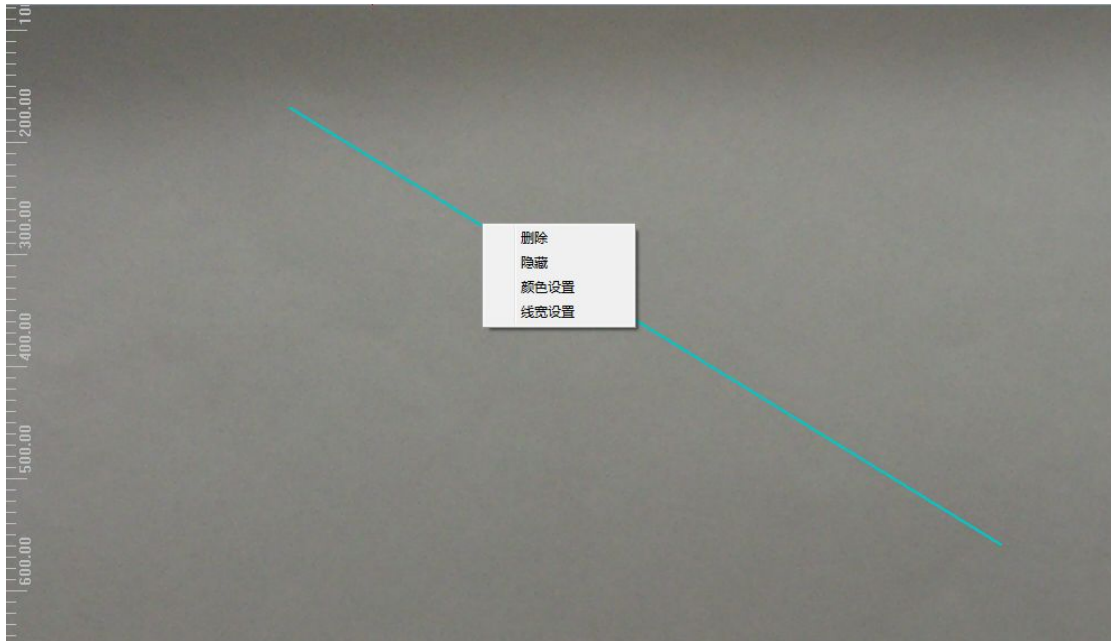

图 4.6 修改已绘制测量控件的颜色和线宽
- 点击“删除”，将删除当前选择的测量控件(图 4.6 中的直线)。